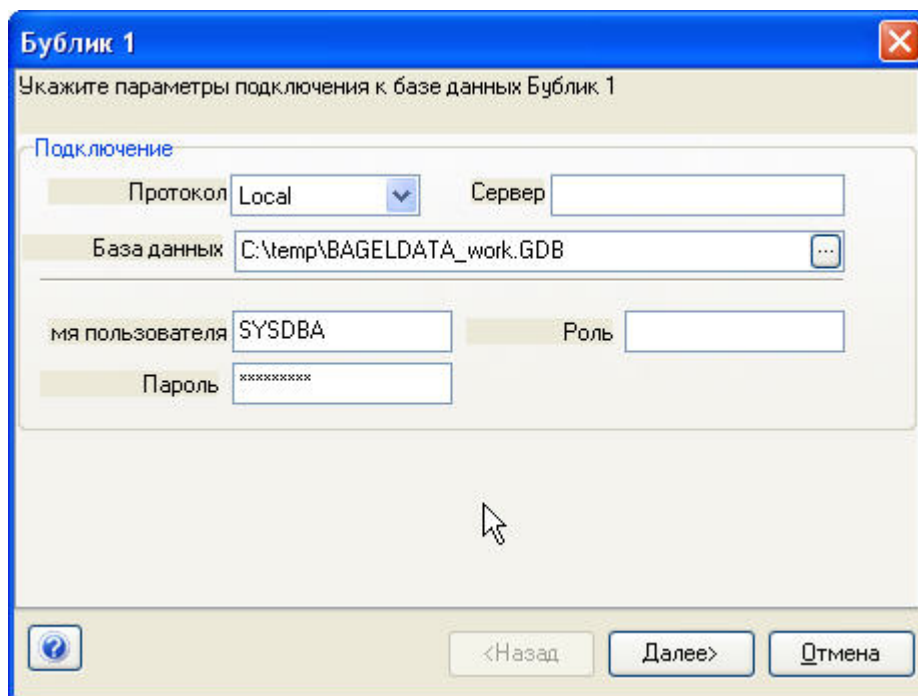

Рис. 5.1
- В диалоговом окне следует подключиться к базе данных Бублик 1 и нажать кнопку "Далее" (Рис.5.1).